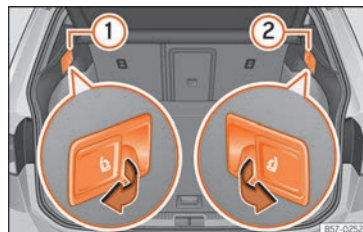

Abb. 114 Im Gepäckraum: Hebel zur Fernentriegelung der Teile links (1) und rechts (2) von der Rücksitzlehne.
- Entriegelungshebel »» **Abb. 114** von dem Lehnenteil ziehen, der vorgeklappt werden soll.